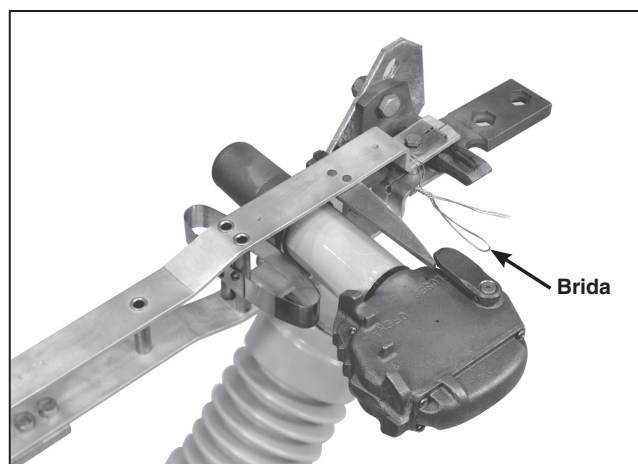

Figura 28. Remoción del amarre en el ensamble del contacto estacionario principal.
**PASO 27.** Retire los amarres que detienen las navajas del interruptor en sus ensambles de contacto principal estacionario. Vea la Figura 28.